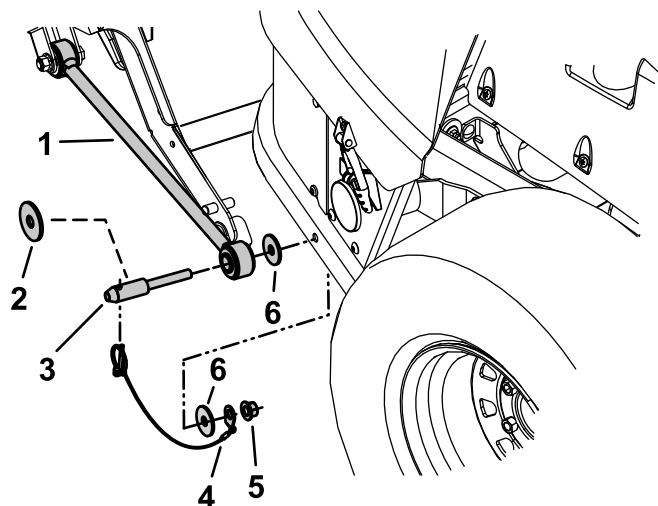

Figura 13
4. Sujete una varilla de sujeción a cada lado del bastidor trasero con 2 pasadores, 2 arandelas planas, 4 arandelas de empuje, 2 cables y 2 contratuercas ($\frac{1}{2}$ "), como se muestra en la Figura 13.